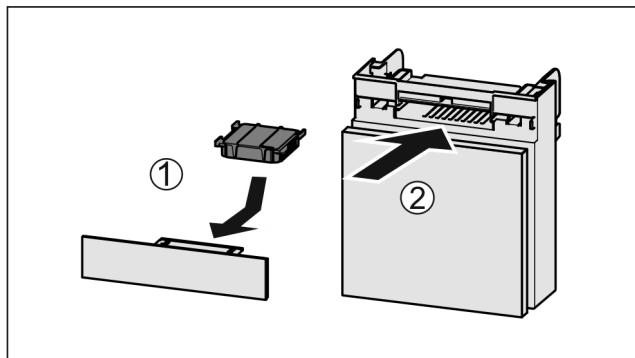

Fig. 200
- ▶ Вставити фільтр з активованого вугілля за малюнком Fig. 200 (1).
- ▶ Вставити відділення Fig. 200 (2).